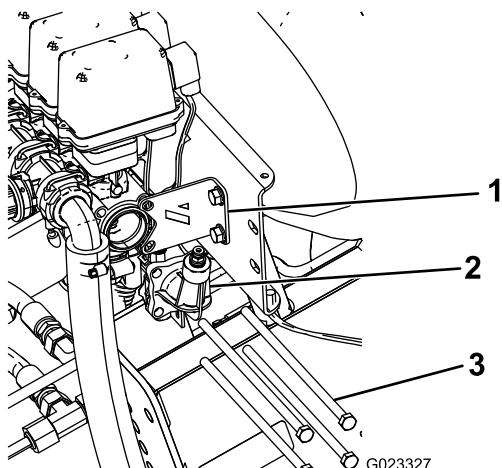

Figure 10
- Retirez les 4 longs boulons qui fixent la prise de manomètre aux vannes de la rampe, et mettez-les au rebut (Figure 10). Conservez les rondelles plates et les écrous.
- Retirez et conservez les 2 boulons et écrous qui fixent le support de stabilisation au bloc de vannes (Figure 10).